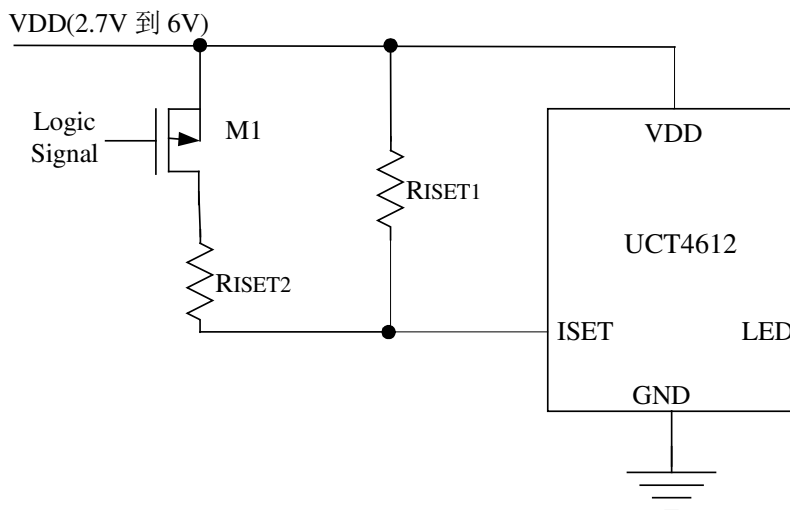

图6 用逻辑信号调整亮度
2. 用逻辑信号调整发光二极管的亮度（如图6所示）
如果只需要分几个档次来调整发光二极管的电流，可以用逻辑信号来实现，图6示出了分两个档次来调整发光二极管的电流的电路。R_{ISET1}设置了流经LED管脚的最小电流（当P沟道场效应晶体管关断时，即逻辑信号为高电平的情况）。R_{ISET2}设置了流经LED管脚的的电流的增加量（逻辑信号为低电平）。